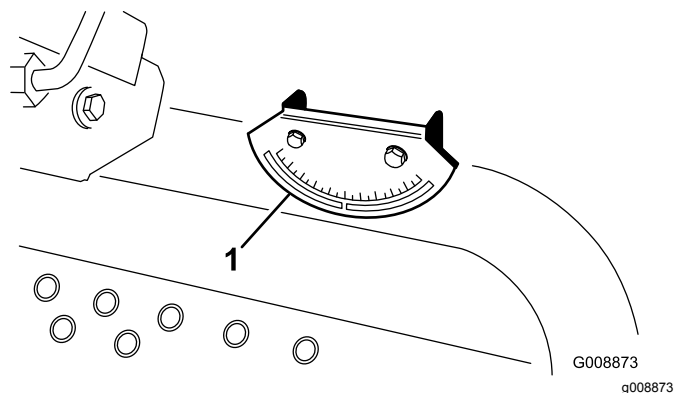

Figura 6
2. Verifique o nivelamento da máquina colocando um inclinómetro (fornecido com a máquina) na calha do chassi próximo do depósito de combustível (Figura 6). Quando observado da posição do utilizador, o inclinómetro deve registar zero graus.